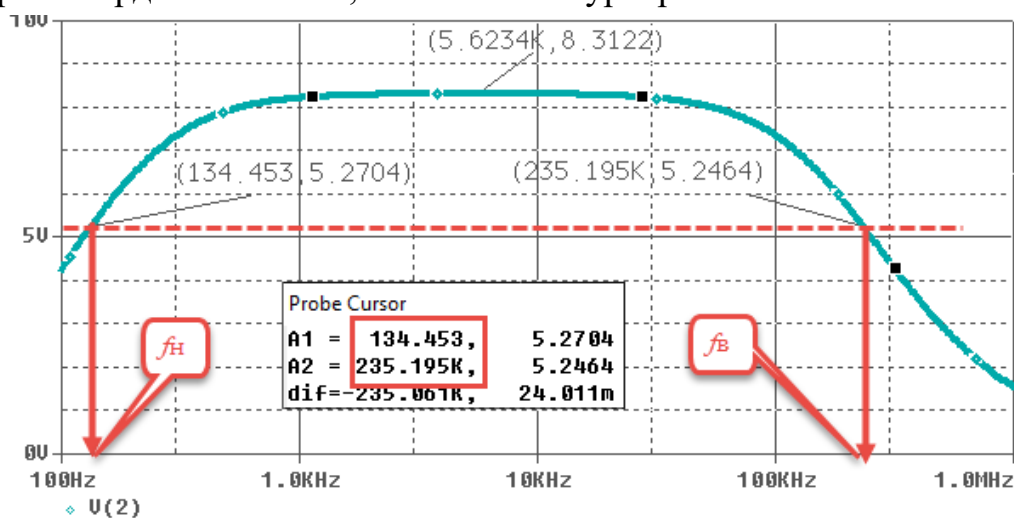

Рис. 9. АЧХ усилителя
- Запустить схему на расчет (F11) и получить амплитудно-частотную характеристику (рис. 9).